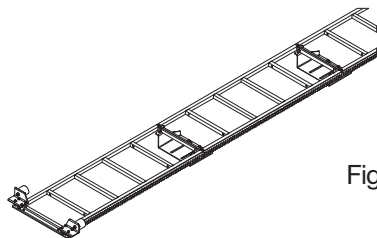

Fig. 8
5. Instalar el tope mecánico inferior y la placa de fin de carrera inferior (ver la Fig. 8 y el plano de instalación).